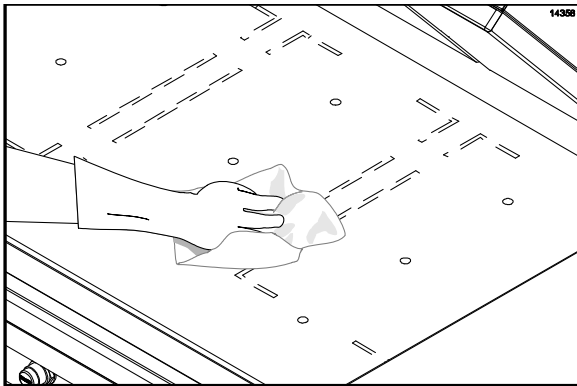

Abbildung 112
44. Die untere Grillplatte mit einem sauberen, mit Desinfektionsmittel getränktem Grilltuch abwischen. Dies wiederholen, bis keinerlei Schmutzreste mehr sichtbar sind. (Siehe Abbildung 112.)